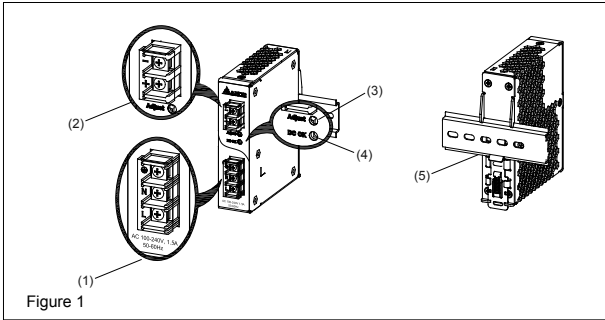
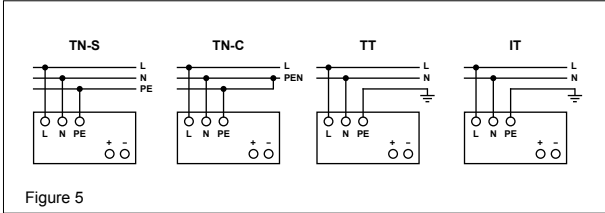

Figure 1
Figure 5
2. Gerätebeschreibung (Abb. 1)
5.1. Anschluss der Eingangsklemmen (Abb. 1, Abb. 5)
5.2. Anschluss der Ausgangsklemmen (Abb. 1 (2))
Verwenden Sie die Schraubklemmen „+“ und „-“, um den 12Vdc-Anschluss herzustellen. Am Ausgang stehen 12Vdc zur Verfügung. Die Ausgangsspannung kann am Potentiometer zwischen 11 und 14Vdc eingestellt werden. Die grüne LED „DC OK“ zeigt die korrekte Funktion des Ausgangs an (Abb. 1 (4)). Das Gerät verfügt über einen Kurzschluss-, Überlast- und Überspannungsschutz, der auf 17,6Vdc begrenzt ist.